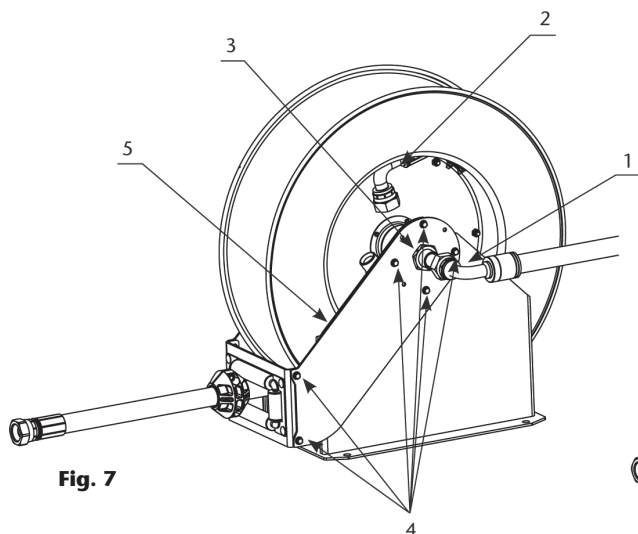

Fig. 7
1. Déconnecter le flexible dans de l'axe central (1) et de la rotule (2) (Fig. 7). Utiliser deux clés pour la rotule (Fig. 4) pour éviter d'endommager l'axe.
2. Desserrer l'écrou prisonnier (3) et le retirer.
3. Dévissez les vis (4) et retirer le bras (5).